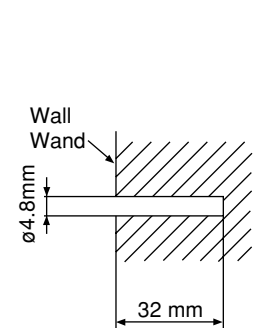

Fig. 3-1 Abb. 3-1
- Make holes on the wall with dimension  $\phi 4.8\text{mm} \times 32\text{mm}$ . (Fig. 3-1)
- Löcher von 4.8mm Durchmesser x 32mm in die Wand bohren. (Abb. 3-1)